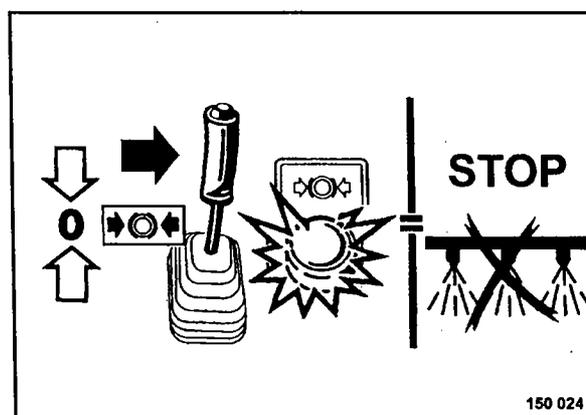

Fig. 63
- Para desconectar el rociado hay que colocar la palanca de marcha en posición "freno cerrado" (Fig. 63).